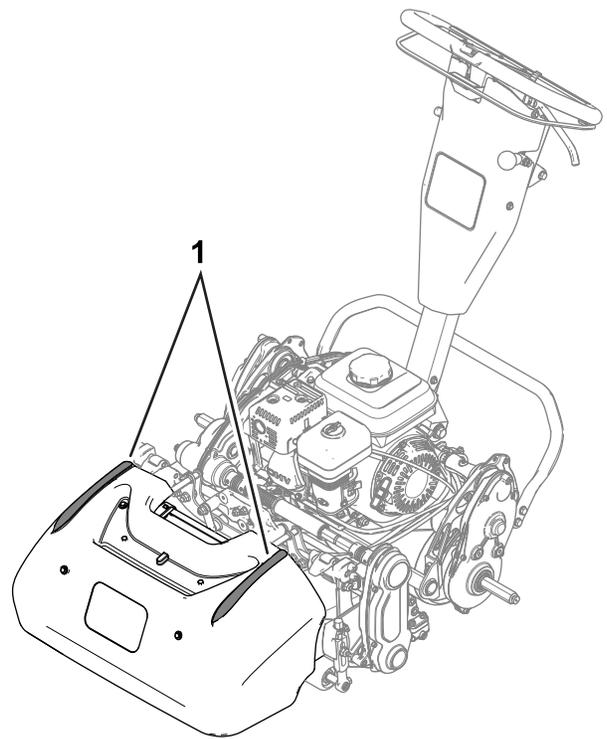

図 20
- 真っ直ぐに刈るコツの一つは、集草バスケットについている線 図 20 を目安にして、となりの刈り跡と平行に、常に一定の距離をおいて歩くことです。